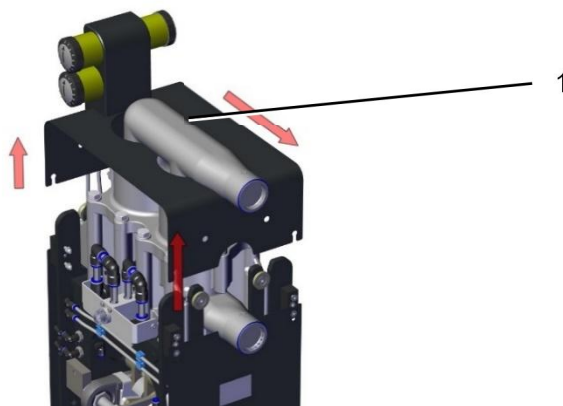

图 4-6: 顶板的拆卸
- 沿箭头所示方向拆下顶板 (1) (图 4-6: 顶板的拆卸)。